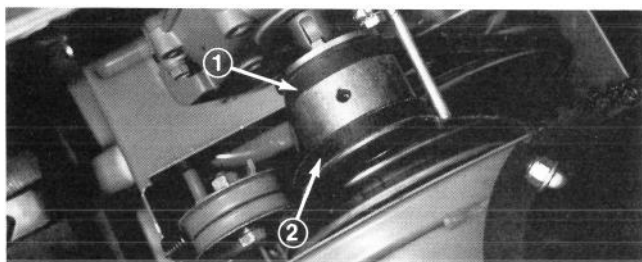
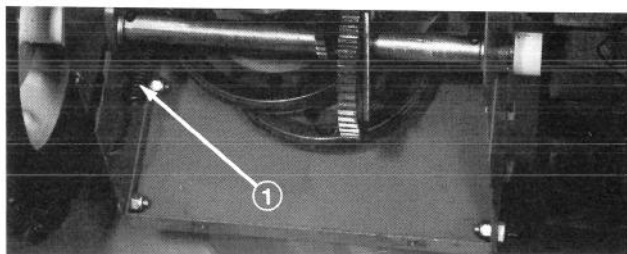

Figure 29
Figure 30
3. Enlevez la courroie de commande de tarière de la poulie du moteur et de la grande poulie de tarière/rotor (Fig. 29).
4. Passez la courroie neuve autour de la grande poulie de tarière/rotor (Fig. 29). Passez ensuite la courroie sur la poulie du moteur en vous assurant que la courroie soit à l'intérieur de la poulie de renvoi et du guide de courroie en fil métallique (Fig. 29).
4. Basculez la déneigeuse pour qu'elle appuie sur le logement de tarière et bloquez-la afin qu'elle ne puisse tomber accidentellement. Enlevez la plaque de protection arrière et dégrafez le ressort de la plaque latérale (Fig. 30).
5. Remettez la déneigeuse en position normale et enlevez la courroie de commande de traction de la poulie du moteur et de la grande poulie de traction (Fig. 29).
6. Passez la courroie neuve autour de la grande poulie de commande de traction (Fig. 29). Passez ensuite la courroie sur la poulie du moteur en vous assurant que la courroie soit à l'intérieur de la poulie de renvoi de traction et du guide de courroie en fil métallique (Fig. 29). Basculez la déneigeuse sur le logement de tarière, bloquez-la et agrafez le ressort à la plaque latérale (Fig. 30). Remettez la plaque de protection arrière en place et remettez la machine en position normale.